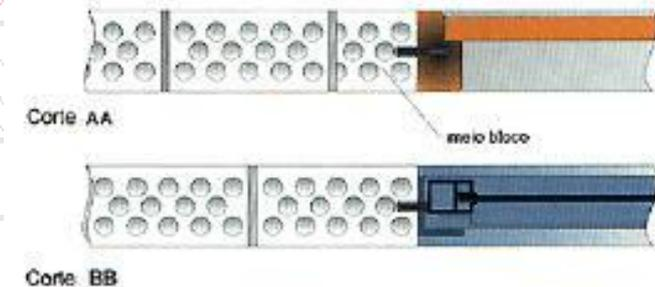

Figura 38. Fixação das esquadrias.
h) Elevar a alvenaria da oitava fiada ao respaldo, assentando-se as vergas sobre os batentes e vão de janelas (Figura 37 e Figura 38):